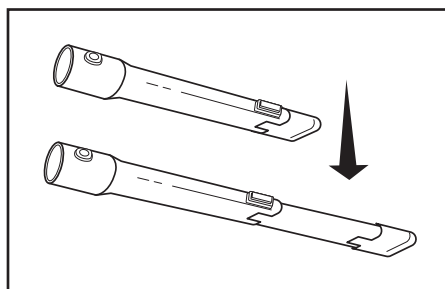

Imagen 5
- Pulse el botón para extender el accesorio para huecos (Imagen 5).